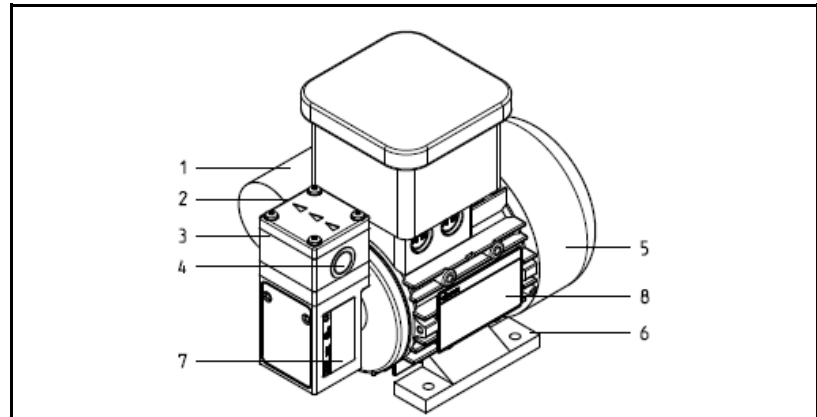

Fig. 1: Membran-Flüssigkeitspumpe
* Der Pumpenkopf besteht aus Anschlussplatte und Zwischenplatte (Fig.1)